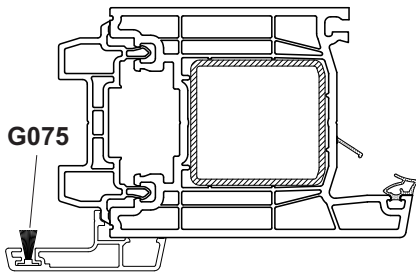

Abb.1 Einsetzen der Bürstendichtung G075 in Stulpleiste A390
2. Bürstendichtung G075 in Stulpleiste A390 einkleben (Abb.1).